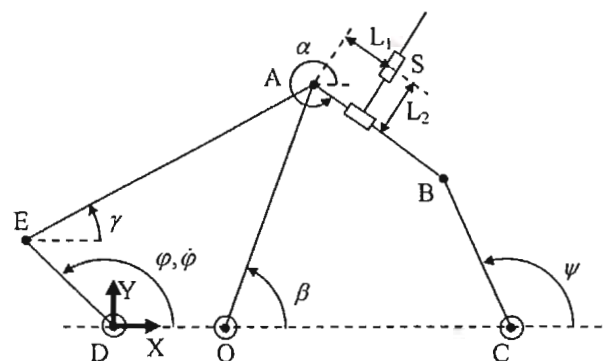

Figura 3
- Expresar de forma analítica, en función de la velocidad de entrada $\dot{\phi}$ y de los parámetros de posición, las componentes de la velocidad de la antorcha láser, $\dot{x}_s(\phi), \dot{y}_s(\phi)$ (se recomienda utilizar la notación de la figura 3). (3p)